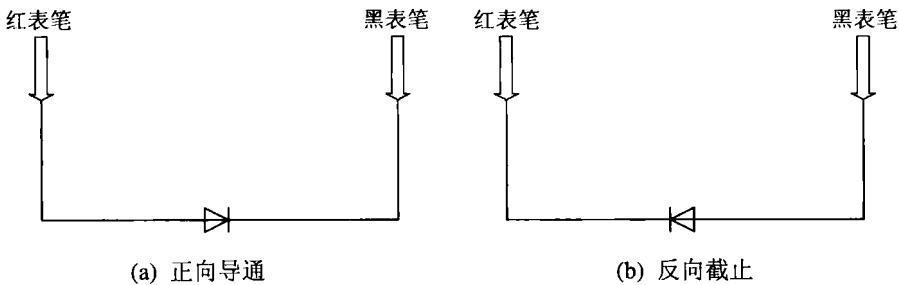

图 1-2 测量二极管
(4) 电容的测量：先将量程开关置于相应的电容量程上，然后将测试电容插入“Cx”插孔。需要注意的是，在测试电容容量之前，电容应充分放电，以防止损坏仪表。
(5) 电感的测量：先将量程开关置于相应的电感量程上，然后将被测电感插入“Lx”插孔。需要注意的是，同一电感量在不同阻抗时测得的电感值不同。在使用 2  $\text{mH}$  量程时，应先将表笔短路，以测得引线电感值，然后将其在实测值中减去。
(6) 二极管导通电压的检测：先将旋钮开关置于“ $\rightarrow$ ”挡位，再将红表笔尾端插入“V/ $\Omega$ /Hz”插座中，黑表笔尾端插入“COM”插座中，两表笔与二极管的接法如图 1-2 所示。
若按图 1-2(a)接法测量，则被测二极管正向导通，万用表显示二极管的正向导通电压，单位是  $\text{mV}$ 。通常，好的硅二极管的正向导通电压应为 500  $\text{mV}$ ~800  $\text{mV}$ ，好的锗二极管的正向导通电压应为 200  $\text{mV}$ ~300  $\text{mV}$ 。若显示“000”，则说明二极管已被击穿短路；假若显示“1”，则说明二极管正向不通。若按图 1-2(b)接法测量，则应显示“1”，说明该二极管反向截止；若显示“000”或其他值，则说明二极管已被反向击穿。